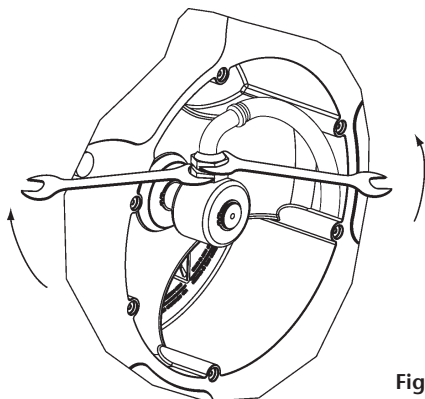
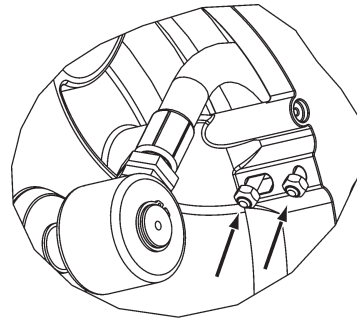

Fig. 8a
Fig. 8b
4. Fix the hose to the swivel as indicated in figure 8a and fix the U bolt as shown in figure 8b.
4. Fixer le flexible à la rotule comme indiqué dans la figure 8a et fixer les boulons en « U » comme illustré dans la figure 8b.
4. Befestigen Sie den Schlauch wie in (Fig. 8a) beschrieben am Drehgelenk und ziehen Sie den „U-Bolzen“ wie in (Fig. 8b) dargestellt an.
3. Disconnect the hose as shown (fig. 8a). Release the hose from the disk by removing the clamp (fig. 8b).
3. Débranchez le flexible comme indiqué (fig. 8a). Dévissez le boulon en « U » et retirez le flexible (fig. 8b).
3. Desconecte la manguera usada según se indica en la imagen (fig. 8a) y libere la manguera del disco retirando el abarcón de fijación manguera (fig. 8b).
4. Entfernen Sie den Schlauch wie in (Fig. 8a) gezeigt. Lösen Sie den Schlauch von der Scheibe wie in (Fig. 8b) gezeigt, indem Sie die Klammer entfernen.